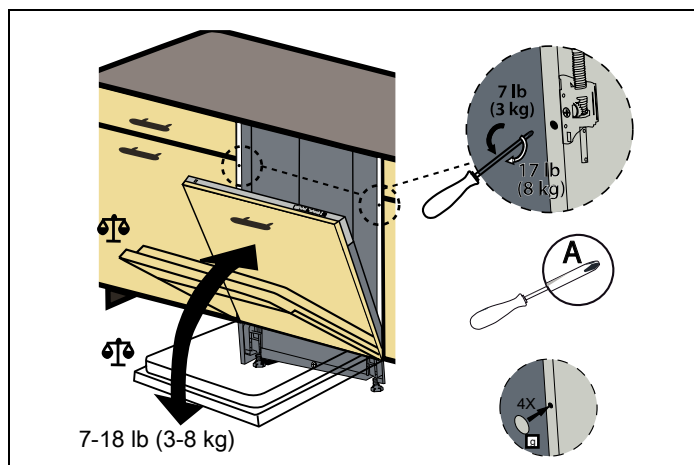

Fig. 28
- 8) En función del peso de la puerta de madera montada, el equilibrado debe realizarse mediante el mecanismo que se muestra en Fig. 28 .